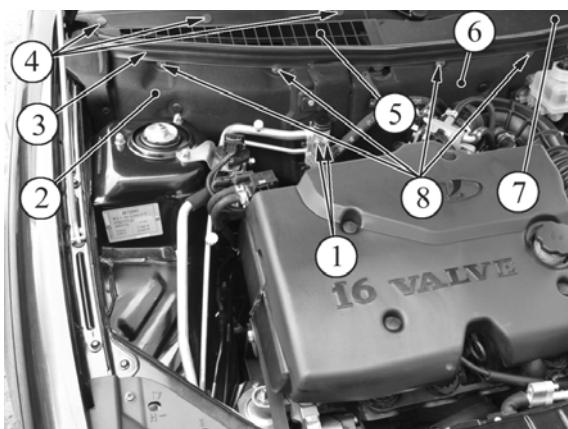

Рисунок 7 – Снятие испарителя:
5.2.7 Отвернуть болты 1, рисунок 7, крепления терморегулирующего вентиля (TPB) к испарителю, отсоединить TPB от испарителя, установить на патрубки испарителя и в отверстия TPB технологические заглушки (головка сменная 10, вороток, удлинитель).